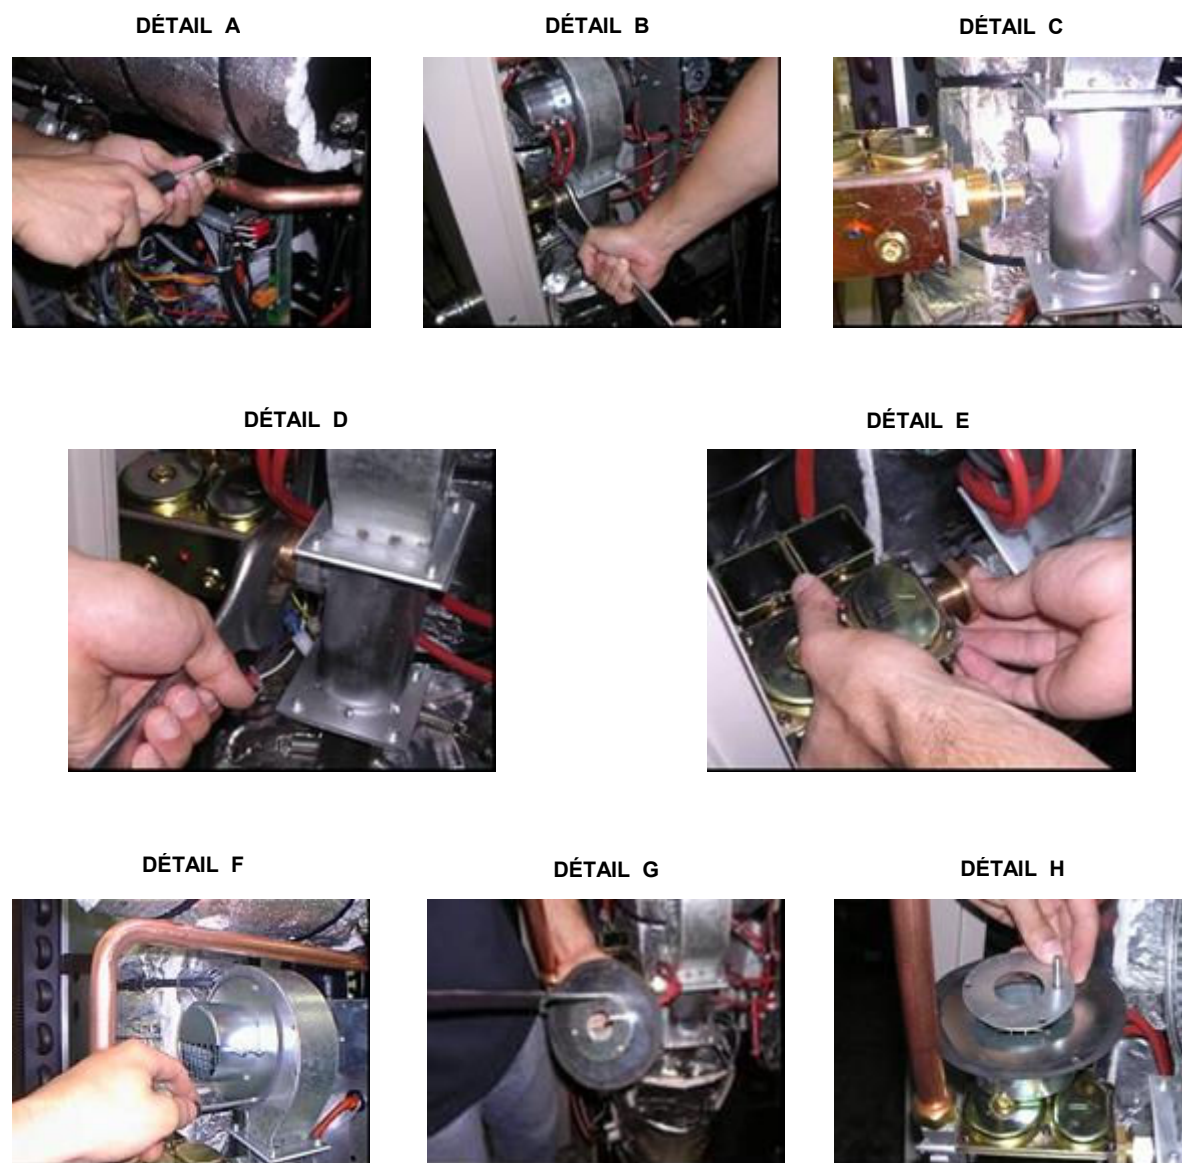

Figure 35 – Opérations relatives au changement du type de gaz
3. Relier le câble aux bornes aveugles A (voir Figure 35).
Si l'appareil doit fonctionner avec un type de gaz (méthane ou GPL) autre que celui indiqué sur l'étiquette appliquée sur l'aspirateur interne de l'appareil, il est nécessaire d'éteindre l'appareil, d'interrompre l'alimentation électrique et du gaz et d'intervenir sur l'appareil tel que indiqué ci-après (Cf. Figure 35, page 76) :